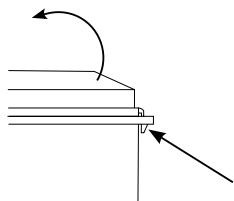

Fig. 1
- 1B.** Accédez au compartiment de la batterie, poussez la languette sur le côté du boîtier de la batterie, puis ouvrez-le d'environ trois pouces (Fig. 1).